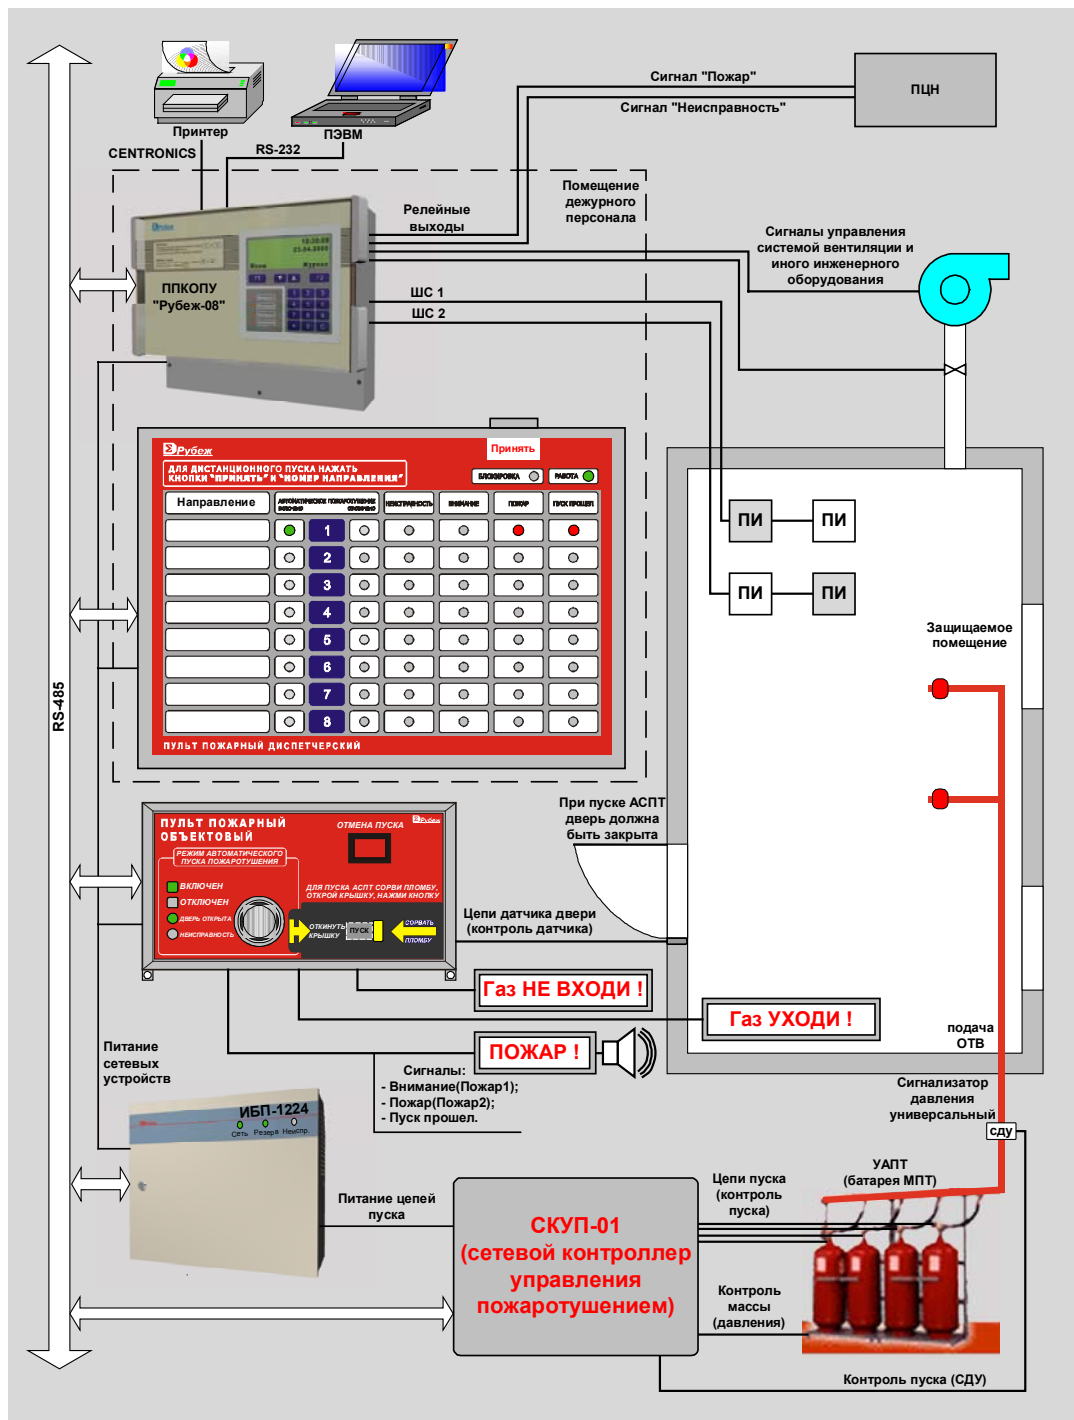
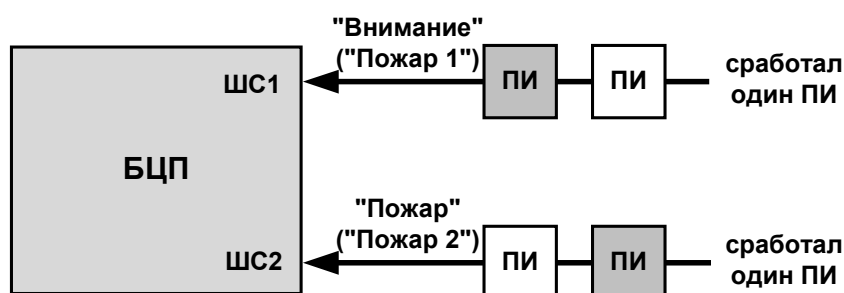
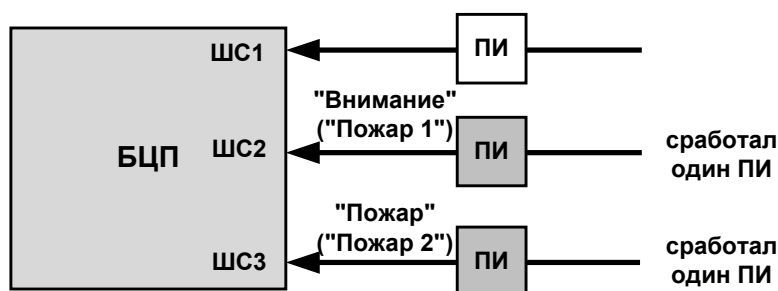

Рис. 1 Состав АСПТ
Рис. 3 Два ШС (серым цветом показаны сработавшие ПИ)
Рис. 4 Три ШС (серым цветом показаны сработавшие ПИ)
В соответствии с действующими нормами пожарной безопасности автоматическая система пожаротушения должна реализовывать следующие основные функции (см. Рис. 1) :
В состав АСПТ входят следующие устройства (см. Рис. 1):
- блок индикации состояний БИС-01 (индикация состояний исполнительных устройств инженерного оборудования, на Рис. 1 не показан)
- резервные МП и трубопроводы (на Рис. 1 не показаны).
В зависимости от принятой на стадии проектирования стратегии пожаротушения в предлагаемой АСПТ возможны следующие варианты формирования сигналов “Внимание” и “Пожар”(см. Рис. 3, Рис. 4) – с использованием двух и трех ШС.
Далее приведено описание работы АСПТ при использовании двух ШС (Рис. 3) и использовании устройств минимального состава (Рис. 1).
При срабатывании одного ПИ в любом из подключенных ШС (например дымовой пожарный извещатель ШС1, Рис. 3) БЦП формирует сигнал “Внимание” и выдает соответствующую команду ППО-01 и ППД-01.
При получении сигнала ПИ второго ШС (например тепловой пожарный извещатель ШС2, Рис. 3) БЦП, находясь в режиме автоматического пус-